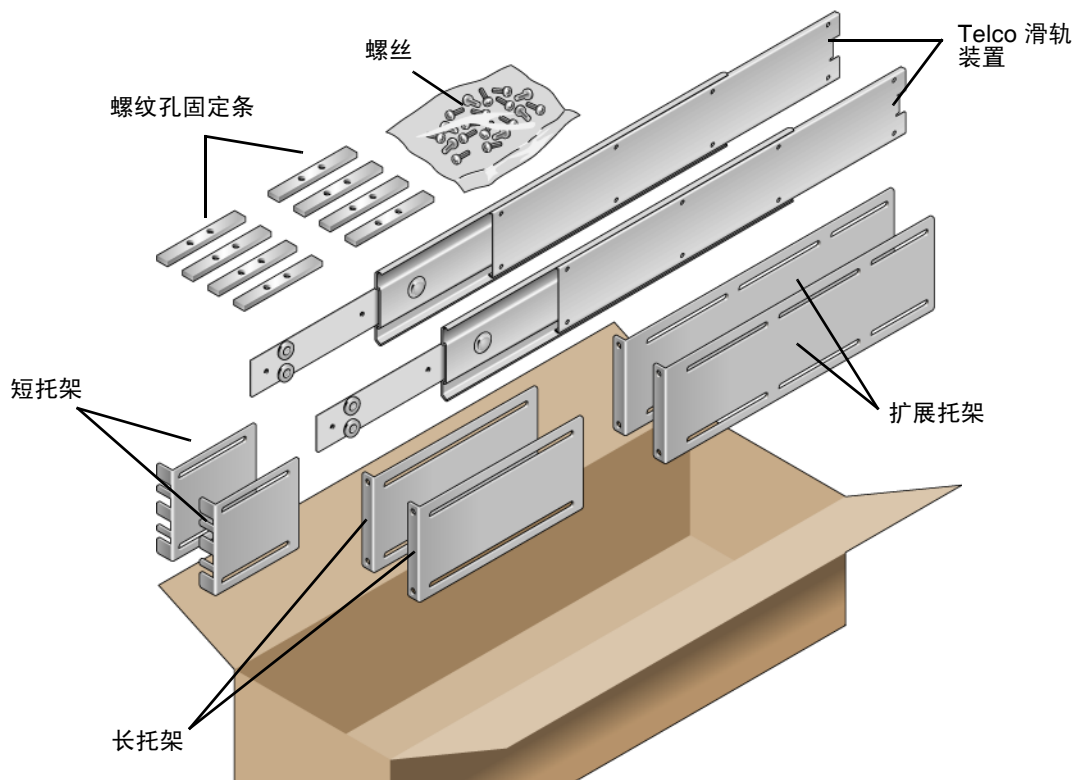

图 3-6 19 英寸四柱滑轨工具包中的物品
3. 从机架工具包中取出 Telco 滑轨装置（图 3-6）。
6. 从机架装配工具包中取出短托架和长托架（图 3-6）。